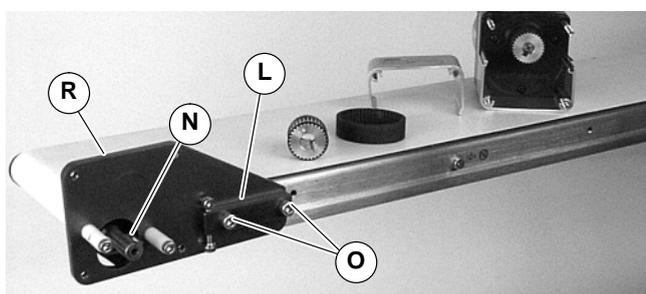

Abbildung 5
4. Zwei (2) obere Schrauben (Q) entfernen, und obere Abdeckung (K) abnehmen.
5. Installationsträger (R auf Abbildung 5) und Spannvorrichtungriegel (L) mit Schrauben befestigen (O). Schrauben handfest anziehen (O).
6. Paßfeder installieren (N siehe Abbildung 5).